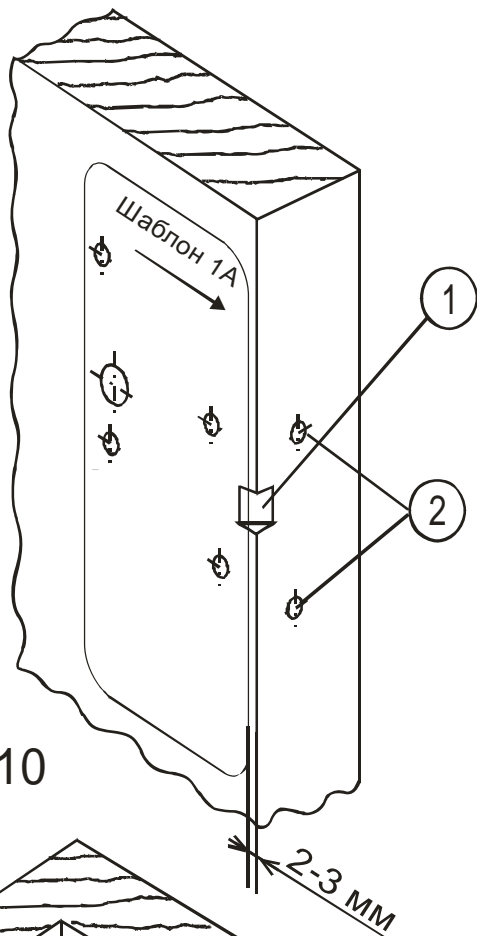
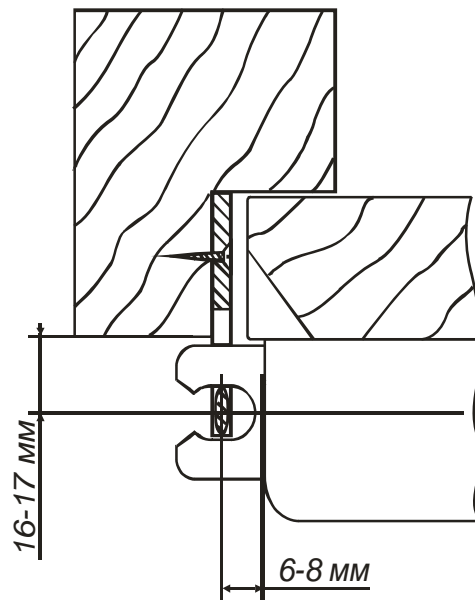

Рис. 10
Рис. 12
**6.1.2.** Приложите шаблон А с внутренней стороны двери так, чтобы стрелка на шаблоне указывала на край двери и шаблон находился на расстоянии 2...3 мм от края двери (рис. 10). Выполните разметку отверстий по шаблону.
**6.1.3.** В районе заштрихованного сектора снимите фаску (рис.10, позиция 1) для хода ригеля (рис. 12).
**6.1.5.** В торце двери на уровне выполненных отверстий 2, 3 высверлите два отверстия диаметром 10 мм на глубину 30 - 40 мм (рис. 10, позиция 2 и рис. 16, позиция 1).
**6.1.8.** Установите широкую запорную планку (рис.1, позиция 4) в соответствии с рис. 11, рис.12.
**6.1.9.** Проверьте взаимодействие ригеля замка и запорной планки (рис. 12).